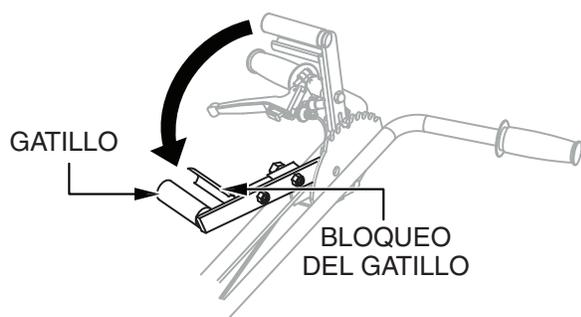

Figura 11. Ajuste del cable de inclinación de las aspas (manillar Quick Pitch™)
2. Para las allanadoras equipadas con manillar **Quick Pitch™**, apriete el seguro del gatillo y empuje el gatillo hacia el motor para liberar la tensión en el cable de inclinación de las aspas. Vea Figura 11.